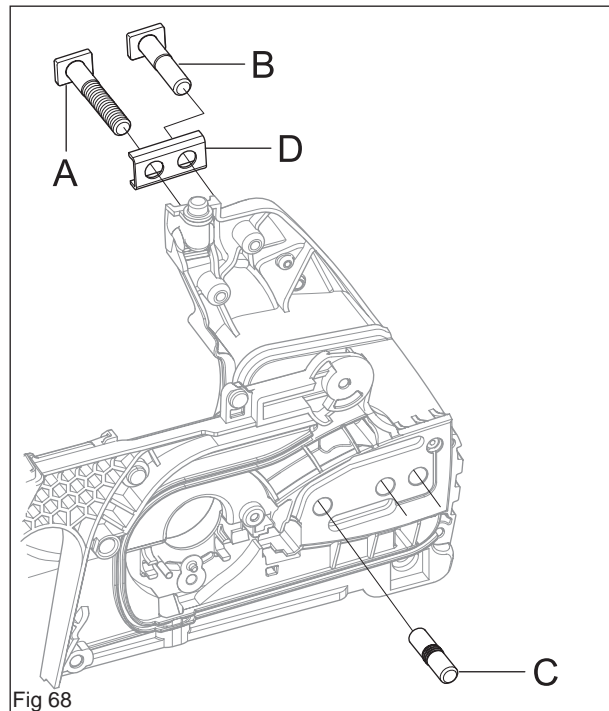

Fig 68
Sortir la commande de guide (C) à l'aide d'une clé universelle (voir la figure 68).